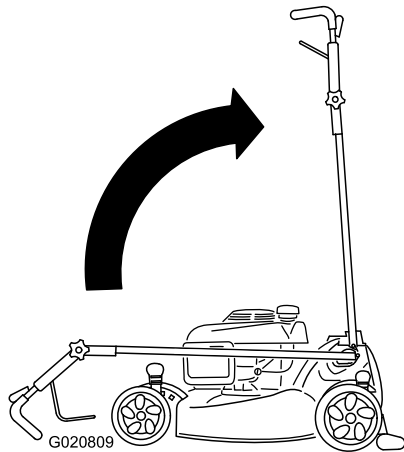

Bild 49
3. Lassen Sie den Motor bei eingekuppeltem Messer laufen und sprühen Sie Wasser vor das rechte Hinterrad (Bild 49).
2. Schieben Sie den Griff in die hochgestellte Stellung (Bild 49).